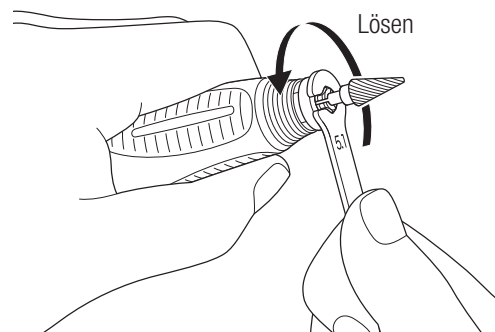

Abb. 8
- 2) Drehen Sie das Spannfutter mit dem mitgelieferten Schraubenschlüssel gegen den Uhrzeigersinn (Abb. 8).